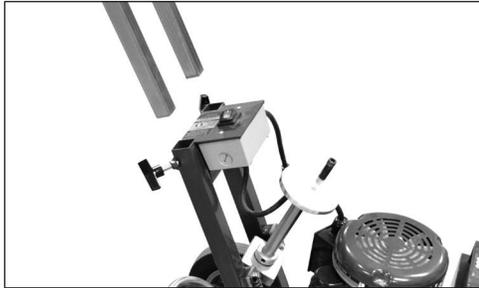

FIG. 1
- Retirer la poignée (Figure 1).